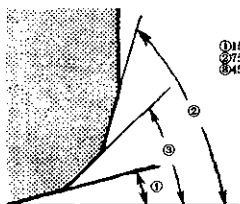

图 2-25 排气门座的角度
①根据气门导管的内径，选择相适应的铰刀导杆，插入气门导管内，调整导杆使其与气门导管内孔表面紧密贴合。
②修磨硬化层。气门座存在硬化层，铰削时会使铰刀打滑，可用粗砂布垫在铰刀下面进行修磨，修磨去掉硬化层再实施铰削。
③排气门座的铰削。长安牌、昌河牌微型汽车，应根据图 2-25 所示次序进行铰削。必须使用 3 个铰刀。